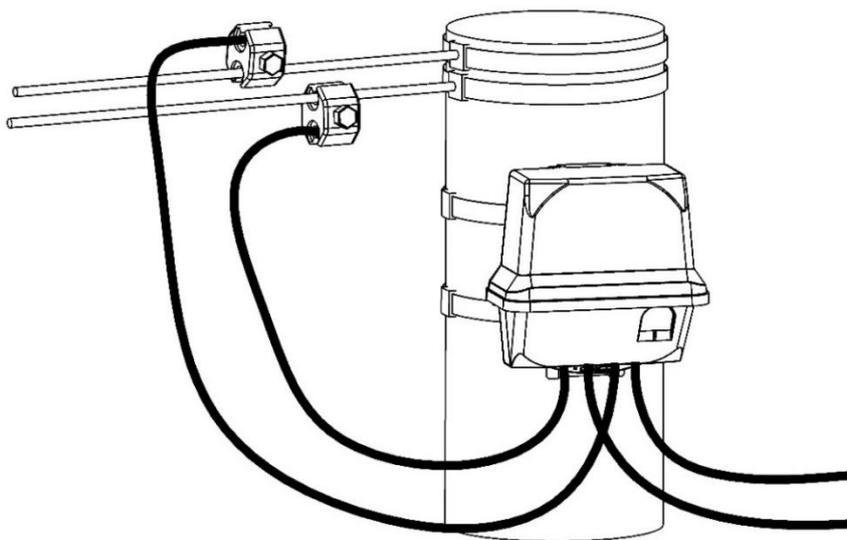

Рисунок 18 – Подключение счетчика в корпусе SPLIT с использованием прокалывающих зажимов
4.4.4 Счетчик в корпусе SPLIT допускает установку при помощи прокалывающих зажимов (рисунок 18). Если выбран способ монтажа с помощью прокалывающих зажимов, необходимо приготовить отрезки СИП кабеля с закрепленными прокалывающими зажимами. С другого конца кабеля зачистить, обжать и закрепить в колодке счетчика, так, как описано в п. 4.3.1.7.